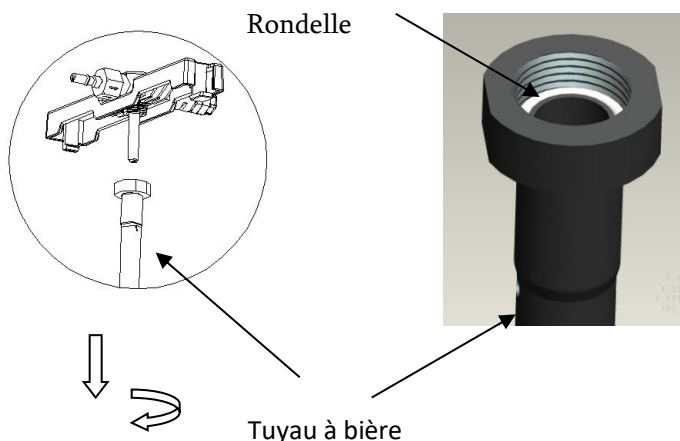

Figure 34
C. REMPLACER LA RONDELLE D'ÉTANCHEITE DU TUYAU A BIERE (VOIR FIGURE 34)